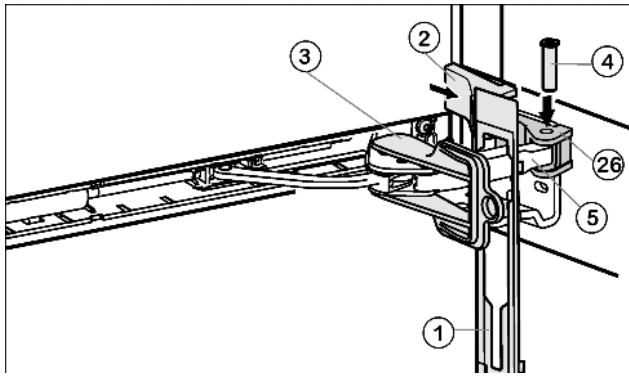

Fig. 10
- ▶ Attaccare il pannello Fig. 10 (1) sulla staffa dell'ammortizzatore, in modo che i ganci di fermo puntino in avanti e verso il lato anteriore dell'apparecchio.
- ▶ Tirare la staffa dell'ammortizzatore Fig. 10 (5) verso l'elemento di supporto Fig. 10 (26) e reinserire dall'alto il perno Fig. 10 (4), in modo che il quadrato alloggi nell'incavo.
- ▶ Applicare la copertura Fig. 10 (2) e innestare.
- ▶ Togliere la protezione Fig. 10 (3) torcendo.
- ▶ Inserire il pannello Fig. 10 (1) nella porta.